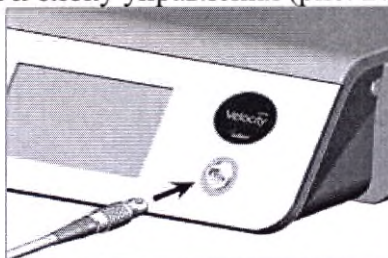

Рисунок 27. Присоединение мотора с кабелем к блоку управления.
2. Присоедините мотор с кабелем к блоку управления (рис. 27).